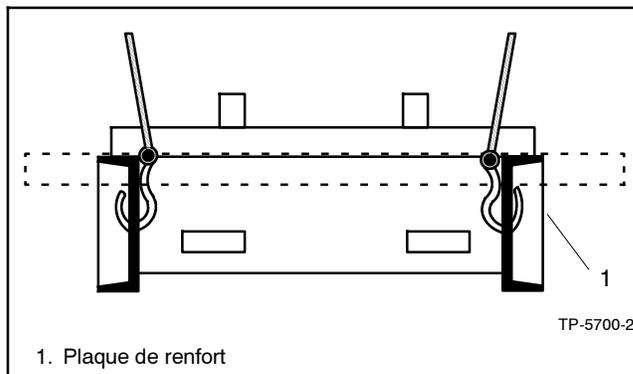

Figure 2-1 Placement des crochets de levage (au-dessus de 1000 kW)
- Généralement, les groupes électrogènes de plus de 1000 kW comportent des plaques de renfort sur l'embase. Ne pas attacher les crochets de levage à la plaque de renfort. Voir Figure 2-1.